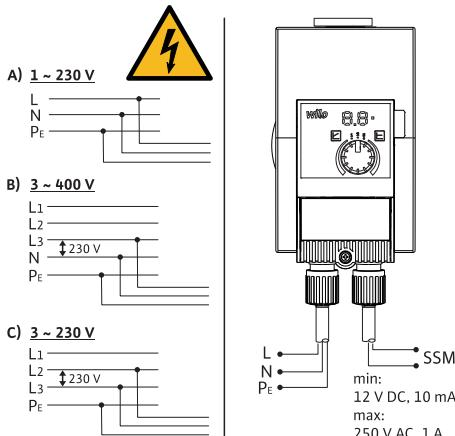

Fig. 3: Ühendusvõimalused
- Ühendage 230 V madalpingevõrkudega. Ühendamisel IT-võrkudega (Isolé Terre juhistikusüsteem) veenduge kindlasti, et faasidevaheline pinge (L1-L2, L2-L3, L3-L1 → Fig. 3) ei ületaks 230 V.